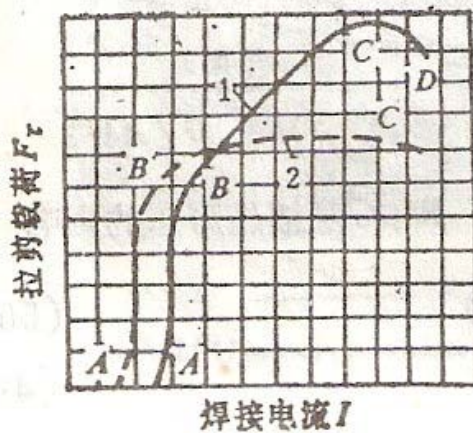

图 26 接头拉剪载荷与焊接电流的一般关系
电阻焊时的每一个焊接循环中，自焊接电流接通到停止的持续时间，称焊接接通时间，简称焊接时间。焊接时间对接头性能的影响与焊接电流相类似，如图 26。但应注意两点：①C 点以后曲线并不立即下降，这是因为尽管熔核尺寸已达饱和，但塑性环还可有一定扩大，再加之热源加热速率较和缓，因而一般不会产生喷溅；②焊接时间对代表接头塑性指标的延性比影响较大，因此，对于承受动载或有脆性倾向的金属材料（可淬硬钢、铝合金等）点焊接头，还应考虑焊接时间对拉伸载荷的影响。